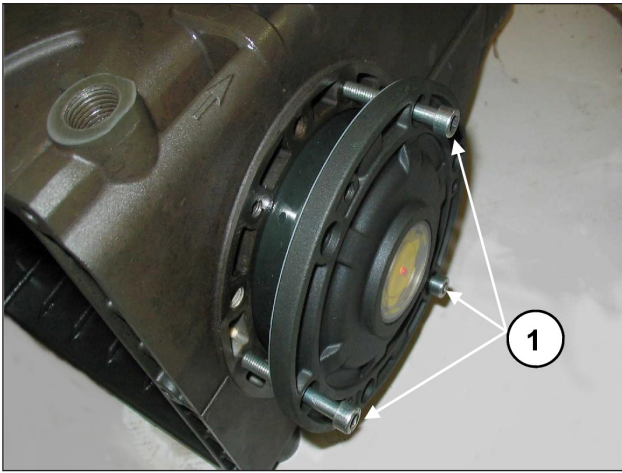

Abb. 8
Um das Einführen des ersten Abschnitts und das Einsetzen der Pleuelstange am Pleuelstange zu erleichtern, sollten Sie 3 Schrauben M6 x 40 mit Teilgewinde (Abb. 8, Pos. ①) zu Hilfe nehmen und den Vorgang dann anhand der mitgelieferten Schrauben (M6x18) abschließen.